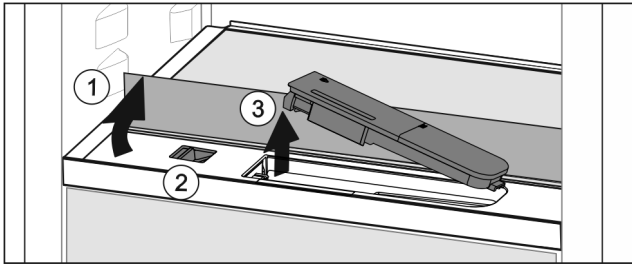

Fig. 127
- ▶ Soulever la tablette et la rabattre vers l'arrière jusqu'à la butée Fig. 127 (1).
- ▶ Pousser le curseur Fig. 127 (2) vers la gauche.
- ▶ Sortir le filtre à eau Fig. 127 (3).